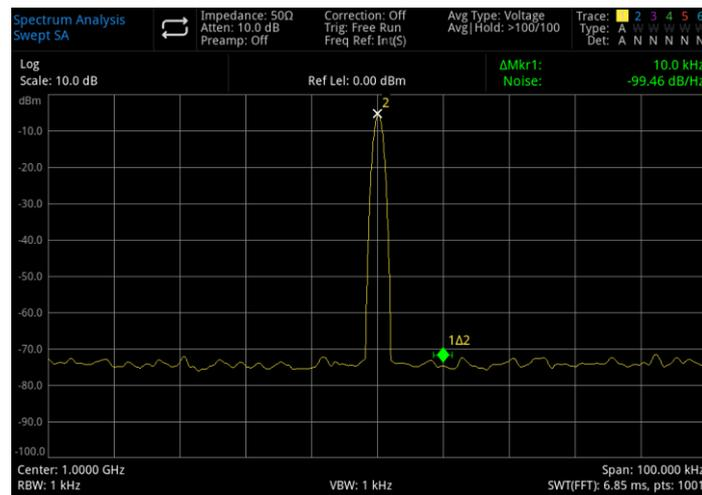

Abbildung 3-20 Phasenrauschen
3. Aktivieren Sie die **Marker-Funktion > Rauschen markieren**, wie in Abbildung 3-20 gezeigt.